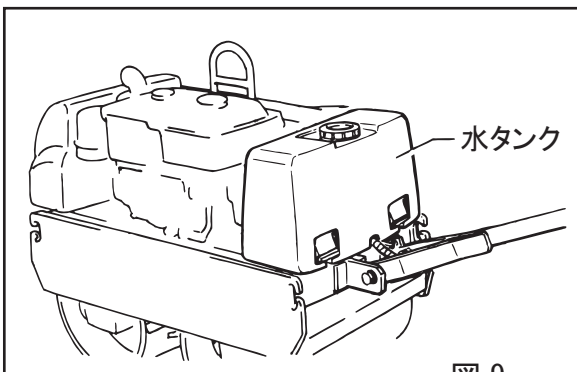

図 9
- 散水作業をするときは、後方の水タンクに水を入れてください。(図9)